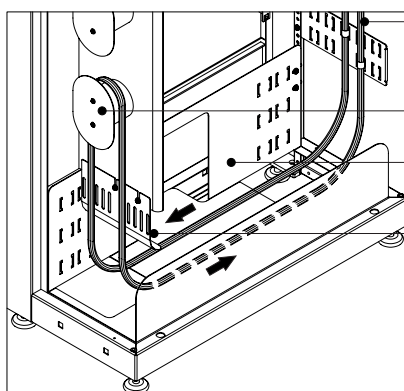

Figura 11D
8. Encaminhe os cordões pela parte frontal do guia inferior de cabos até os suportes guia de cabo lateral (veja figura 11D).